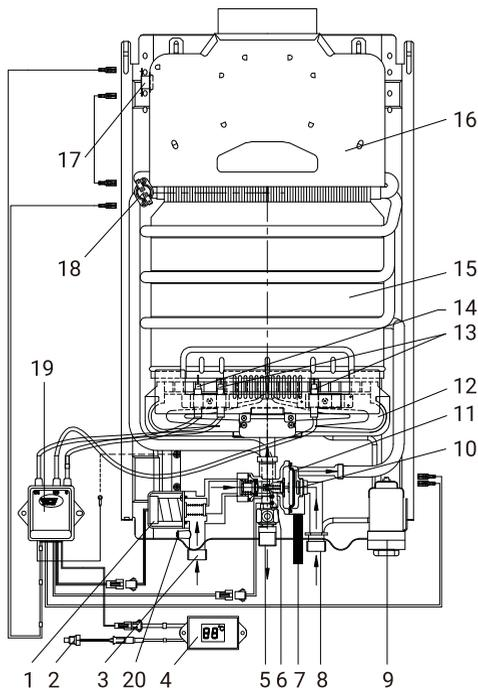

Рис. 5
- откройте сливную заглушку (7 на схеме устройства, рис. 5), для того, чтобы из водонагревателя вылилась вся вода;